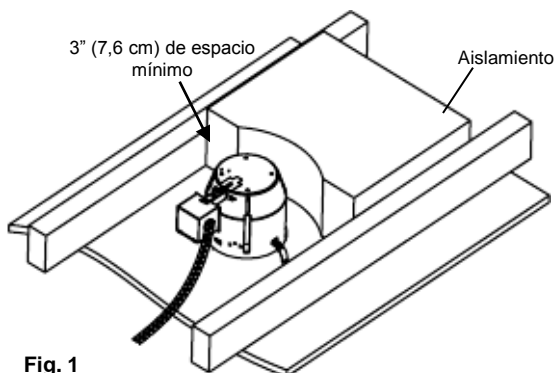

Fig. 1
NOTA: Esta lámpara tiene una carcasa de tipo No IC. No instalar aislamiento a menos de 5" (10,2 cm) de la carcasa. (Fig. 1) Además la carcasa debe instalarse a un mínimo de 1/2" (1,27 mm) de cualquier material inflamable, como vigas de madera o tableros de piso. La superficie del techo es una excepción a este requisito y puede entrar en contacto con la parte inferior de la carcasa.
2. Descarta cualquier aislamiento de modo que dejes los 3" (7,62 cm) de espacio especificados en la sección de PRECAUCIÓN que está al principio de estas instrucciones. (Ver Fig. 1)